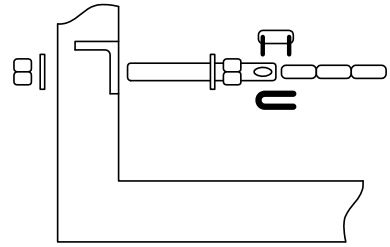

Figura 10
1. Asegure los soportes de la cadena a cada punta de la puerta de modo que los soportes estén en el ámbito de los moldes agujerados superiores en el gabinete del operador. Los soportes deben estar sujetos al interior del marco de tal manera que los pernos de cadena, cuando estén sujetos, no salgan más allá del marco de la puerta (figura 10).
4. Sujeté la cadena a los pernos de cadena usando las conexiones maestras suministrados, y luego sujeté los toques a los soportes de cadena usando el material suministrado (figura 10). Haga cualquier ajuste a la longitud de la cadena en este momento.